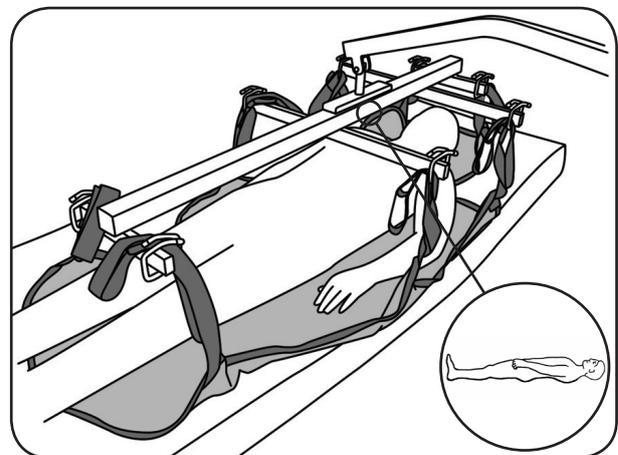

Abb. 8.2.06 – Liftergurt am Transportbügel befestigt
9. Ordnen Sie den Liegendtransportbügel mit 8-Punktaufnahme so an, dass die Abbildung auf dem Transportbügel der Lage des Patienten entspricht (Abb. 8.2.06).
10. Hängen Sie die Gurtschlaufen an die Haken des Transportbügels (Abb. 8.2.06). Achten Sie dabei auf die gleiche Position der gegenüberliegenden Schlaufen. Diese erkennen Sie an der farblichen Kennzeichnung der Schlaufen.